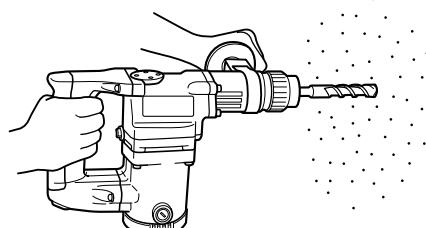

Fig. 6
- (1) Monter le foret de perçage.
- (2) Tirer l'interrupteur de déclenchement après avoir appliqué la pointe du foret sur la position de perçage désirée. (Fig. 6)
- (3) Il n'est pas du tout nécessaire d'appliquer une forte pression sur le marteau rotatif. Il suffit d'appliquer une légère pression de manière à ce que la poussière et les éclats soient déchargés progressivement.